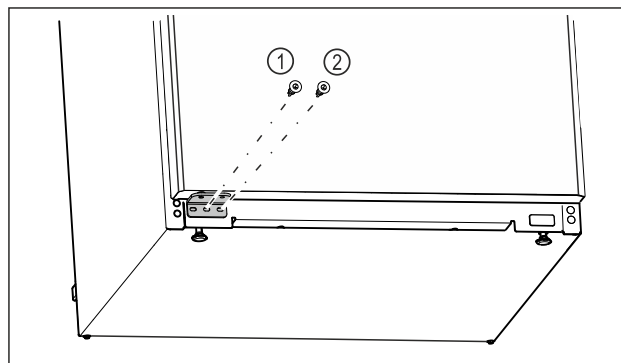

Fig. 21
- ▶ Utáhněte prostřední šroub stojanu ložiska Fig. 21 (1) šroubovákem Torx 20.
- ▶ Utáhněte vnitřní šroub stojanu ložiska Fig. 21 (2) šroubovákem Torx 20.